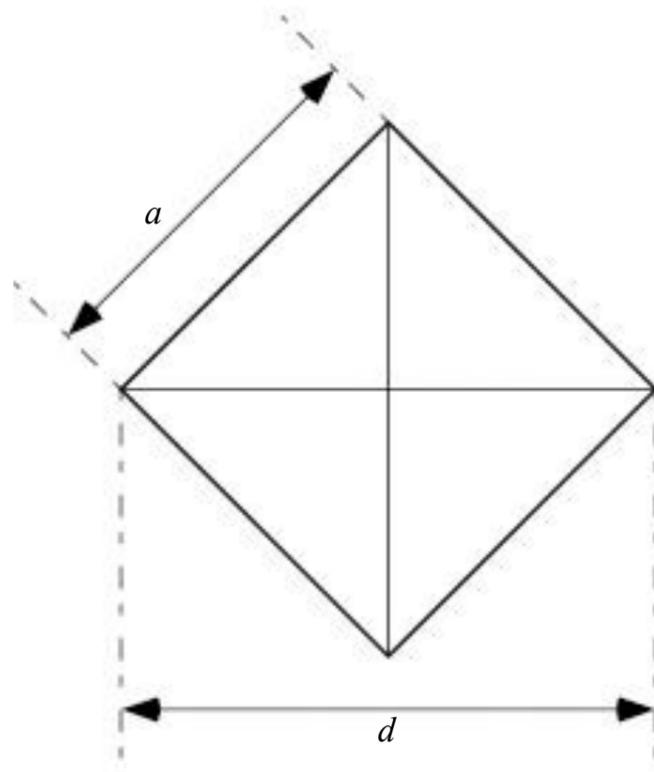

図 1-2 ビッカース硬さ試験後のくぼみ形状 (b)
(4) くぼみの一辺の長さを測定するよりも、対角線の長さを測定する方が、測定精度が良いので、実際の試験では二つの対角線長さを測定し、その平均値を用いて表面積を算出している。図 1-2 に示すように、くぼみの対角線長さを d (mm) とする時、くぼみの表面積 A を、 d を用いて表せ。
(5) 問い (4) で求めたくぼみの表面積を用いると、ビッカース硬さの定義式はどのように表されるか示せ。
(6) ビッカース硬さが定義された当初は、力の単位として kgf を用いたので、試験力が 1kgf の場合の硬さ記号は、HV1 と表記された。現在は、力の単位として N を用いて定義されているので、硬さ記号 HV1 に用いる試験力は 9.80665 N である。過去の硬さ値との整合性を考慮して、現在の定義式は同じ硬さであれば当初と同じ硬さ値を示すように当初の定義式に比例定数を乗ずる形で定義されている。これを考慮し、問い (5) で導き出した式を修正せよ。ただし、 $1 \text{ kgf} = 9.80665 \text{ N}$ とし、数字は四捨五入により小数点第 4 位まで表記せよ。